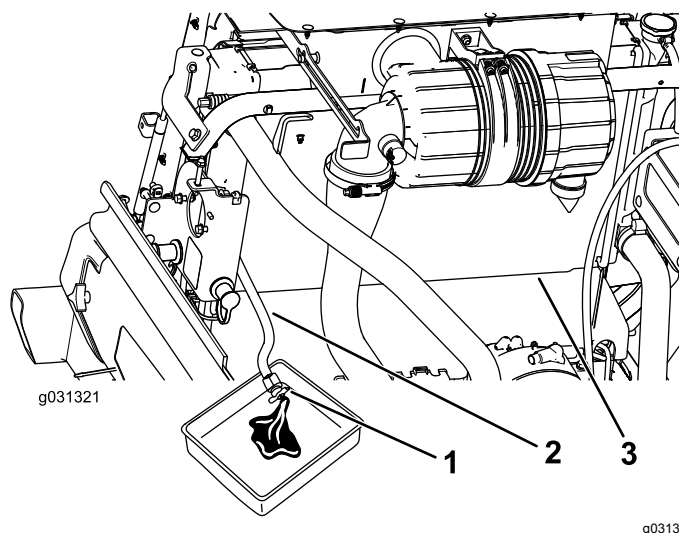

Figura 124
- Cierre la válvula de la manguera de vaciado del radiador (Figura 124).
- Coloque la manguera de vaciado del radiador en un recipiente de drenaje, abra la válvula de vaciado de la manguera del radiador, y vacíe el fluido en el recipiente de drenaje (Figura 124).